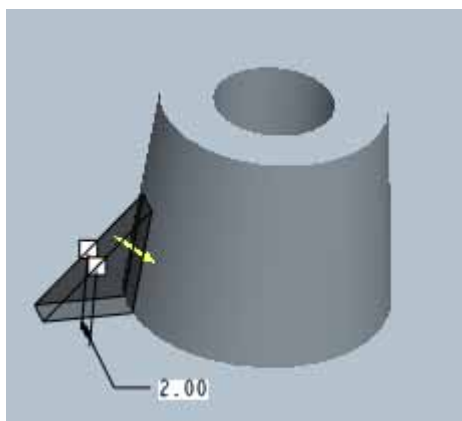

图 46-19
- (5) 单击草图工具栏中的 ，完成草图绘制返回特征操控板，输入筋的厚度为“2”，特征生成方向应如图 46-19 所示。如果材料生成方向不对，打开【参照】面板，单击【参照】面板中的改变方向按钮 ，改变特征生成方向。